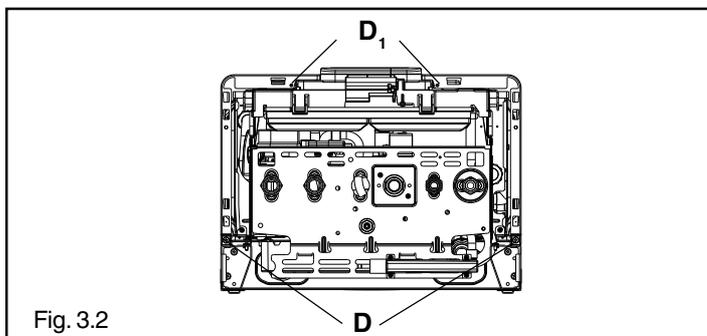

Fig. 3.2
Una volta installata la caldaia, le viti D₁ possono essere rimosse (fig. 3.2). Concluse le operazioni di installazione della caldaia e di collegamento della stessa alle reti dell'acqua e del gas, applicare la copertura raccordi (A - B, fig. 3.3a) facendo in modo che i ganci della stessa si fissino nelle apposite asole poste nella parte inferiore della caldaia.
- togliere il mantello svitando le viti di fissaggio (D) (fig. 3.2)